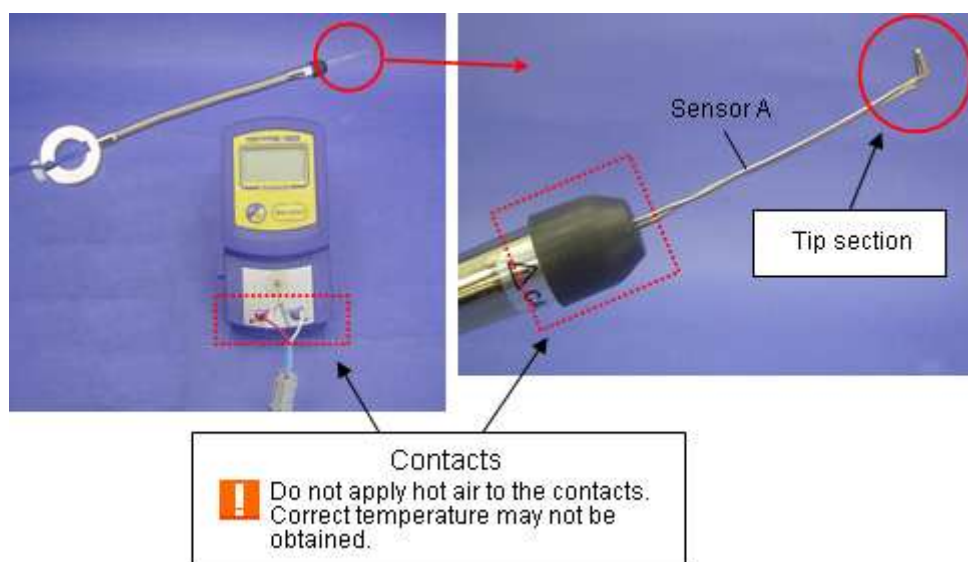

Рис.2
1. Необходимо изогнуть конец датчика, как показано на рис.2.